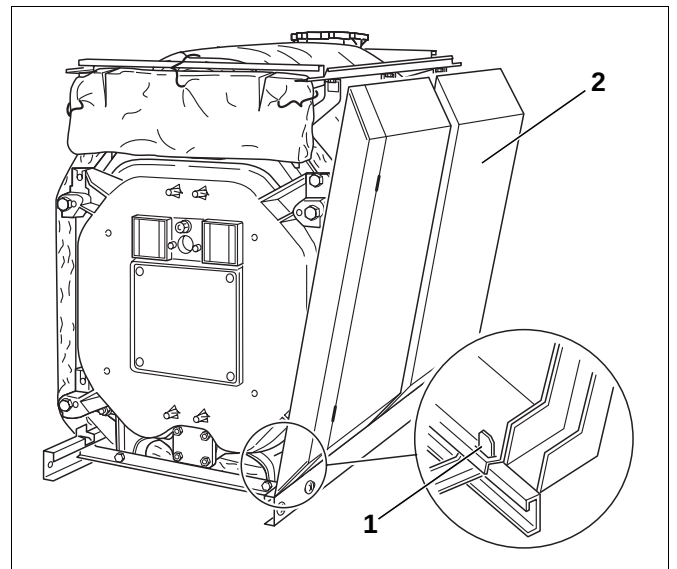

Abb. 52 Seitenwandteile einhängen
- Die vorderen Seitenwände (Abb. 52, **Pos. 2**) links und rechts unten in die hochgebogenen Laschen der Sockelschienen (Abb. 52, **Pos. 1**) einhängen und dann oben über die Abkantung der Längsschienen schieben.